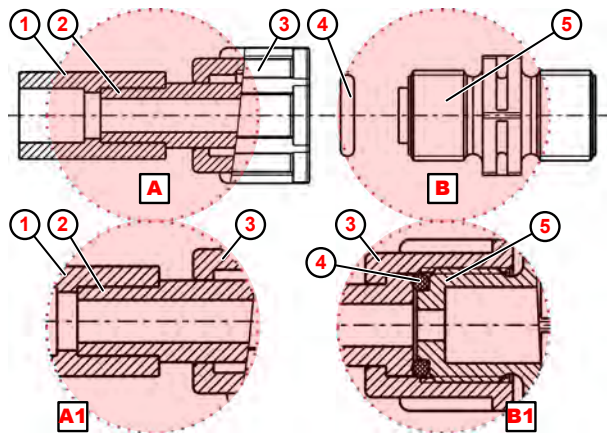

Abb. 10: Rohranschluss mit Aufschweißverbindung
- ① Aufschweißverbindung
- ② Rohr- oder Schlauch
- ③ Überwurfmutter
- ④ O-Ring
- ⑤ Saug-, Druckventil
1. ➤ Aufschweißverbindung ( Abb. 10 , ① ) mit Schlauchanschluss verschweißen.
2. ➤ O-Ring ④ in Nut von Saug-, bzw. Druckventil ⑤ legen.
3. ➤ Überwurfmutter ③ festziehen (Detail **B1** ).